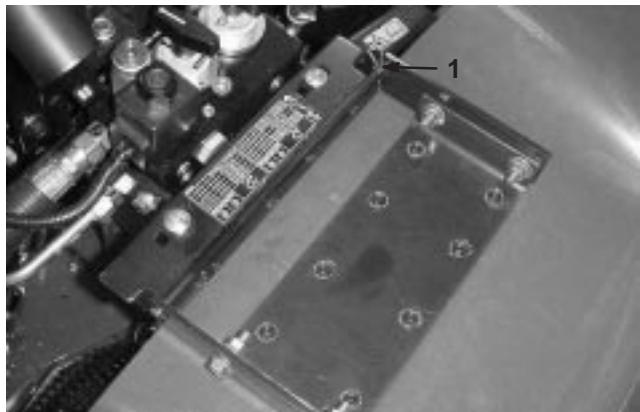

Bild 45
2. Entfernen Sie den Splint, mit dem das Motorhauben-gelenk an der Befestigungshalterung befestigt ist (Bild 45).